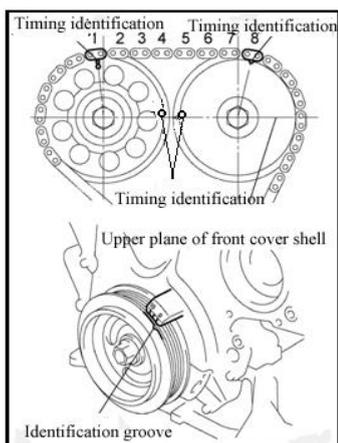

*Рисунок II-41*
21. Зафиксировать распределительный вал выпускных клапанов разводным ключом (см. *Рисунок II-41*) и завернуть крепежные болты вала.